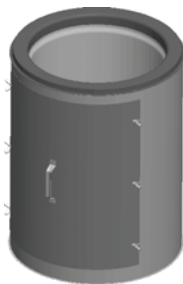

Figure 73
1. Dévisser les 6 vis papillons manuellement et les placer dans un endroit sécuritaire durant l'inspection. **(Voir figure 73)**